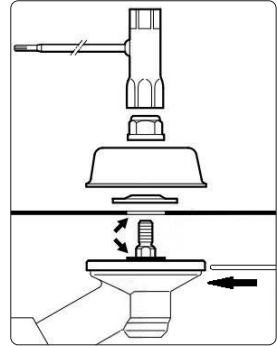

Рис. 10
1. Для монтажа и демонтажа режущих инструментов вал (Рис. 10 поз. 1) должен блокироваться с помощью фиксатора (Рис. 10 поз. 2).
2. Фиксатор (Рис. 10 поз. 2) вставить до упора в отверстие в приводе – слегка нажать. На вале, повернуть гайку либо режущий инструмент, пока стержень не зафиксируется и вал не будет заблокирован.